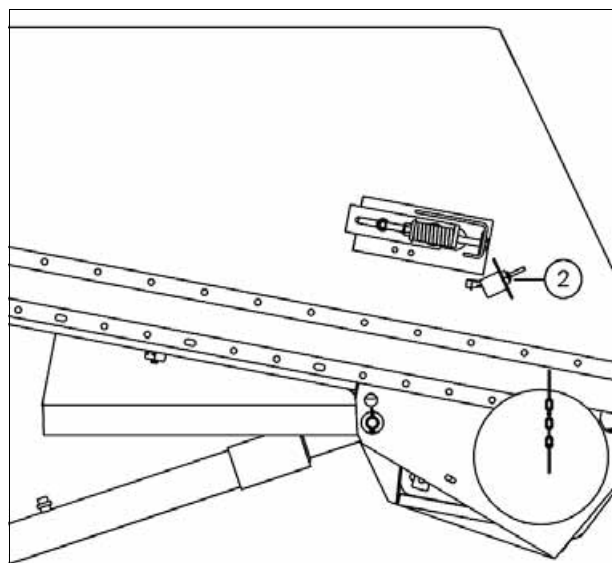

Рис. 2.
**ПРИМЕЧАНИЕ:** При высоте скашивания более 25 см (датчики (1) поверхности не соприкасаются с поверхностью поля) управление жаткой осуществляется при помощи датчика (2) на приемном элеваторе (рисунок снизу рис. 2), пока высота скашивания не станет менее 25 см.